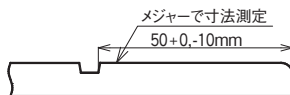

図83 挿し口端面から溝までの距離の確認
- ② 図83のように溝と挿し口端面の距離が挿し口全周にわたって $50+0, -10$ の範囲内であることを確認する。